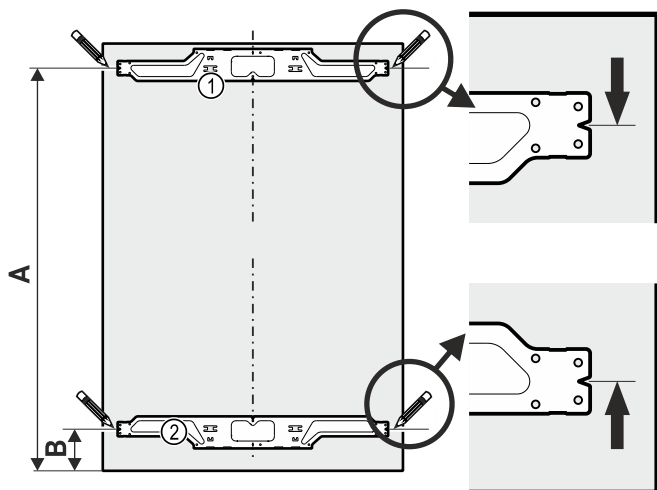

Fig. 27
- Contrassegnare una linea alla distanza Fig. 27 (A).
- Contrassegnare una linea alla distanza Fig. 27 (B) dal lato inferiore della parte frontale del mobile.
- Allineare la staffa di fissaggio superiore Fig. 27 (1) alla distanza Fig. 27 (A) e montarla con almeno sei viti 4x14.
- Allineare la staffa di fissaggio inferiore Fig. 27 (2) alla distanza Fig. 27 (B) e montarla con almeno sei viti 4x14.